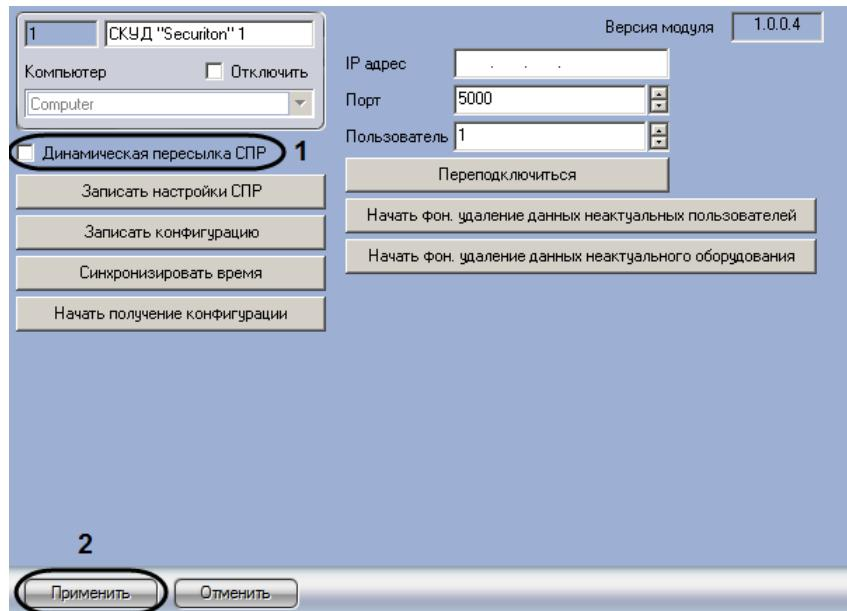

Рис. 3.6—1 Настройка динамической пересылки данных СПР
- Перейти на панель настроек объекта **СКУД "Securiton"** (Рис. 3.6—1).
- Установить флагок **Динамическая пересылка СПР** (см. Рис. 3.6—1, 1). При изменении конфигурации ПК *Интеллект* посредством модуля *Служба пропускного режима* внесенные изменения будут автоматически пересыпаться в контроллер. В случае, если автоматическая пересылка изменений не требуется, необходимо снять данный флагок.
- Нажать на кнопку **Применить** (см. Рис. 3.6—1, 2).